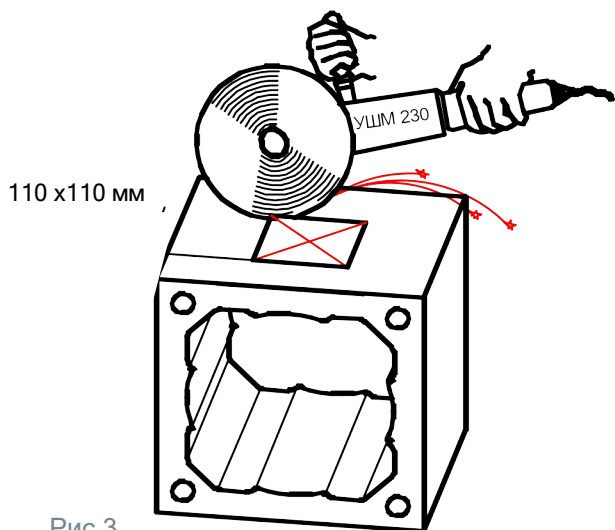

Рис.3
- С помощью угловой шлифовальной машины (далее УШМ) вырежьте в блоке отверстие 110x110 мм для вентиляционной решётки на высоте 50 мм от уровня чистого пола. Рис. 3